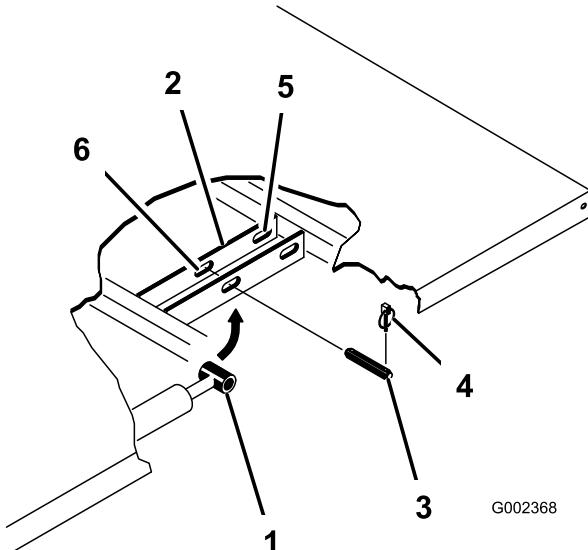

図 33
- シリンダの外側端部からリンチピンを外す図 33。
- シリンダロッドの端部を荷台取り付けプレートのスロットに固定しているクレビスピンドルを外す(図 33)。
- ピボットブラケットをフレームに固定しているリンチピンとクレビスピンドルを外す(図 33)。